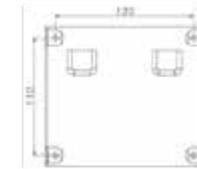

Abb.4
3. Schrauben Sie die Halteplatte mit den Schrauben (B) fest an die Wand (Abb.4).